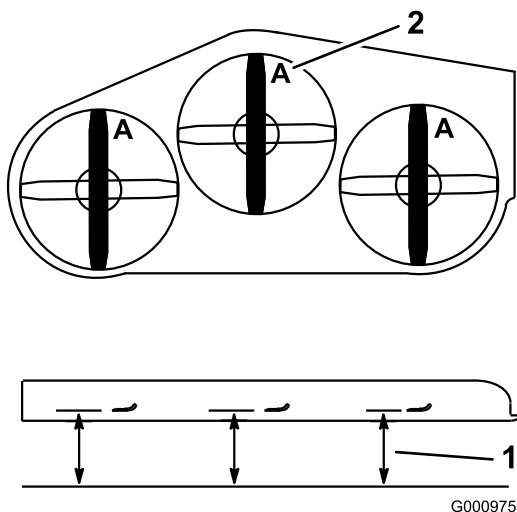

Figura 101
4. Mida en la posición **A** y desde una superficie nivelada hasta el filo de corte de los extremos de la cuchilla (Figura 101).